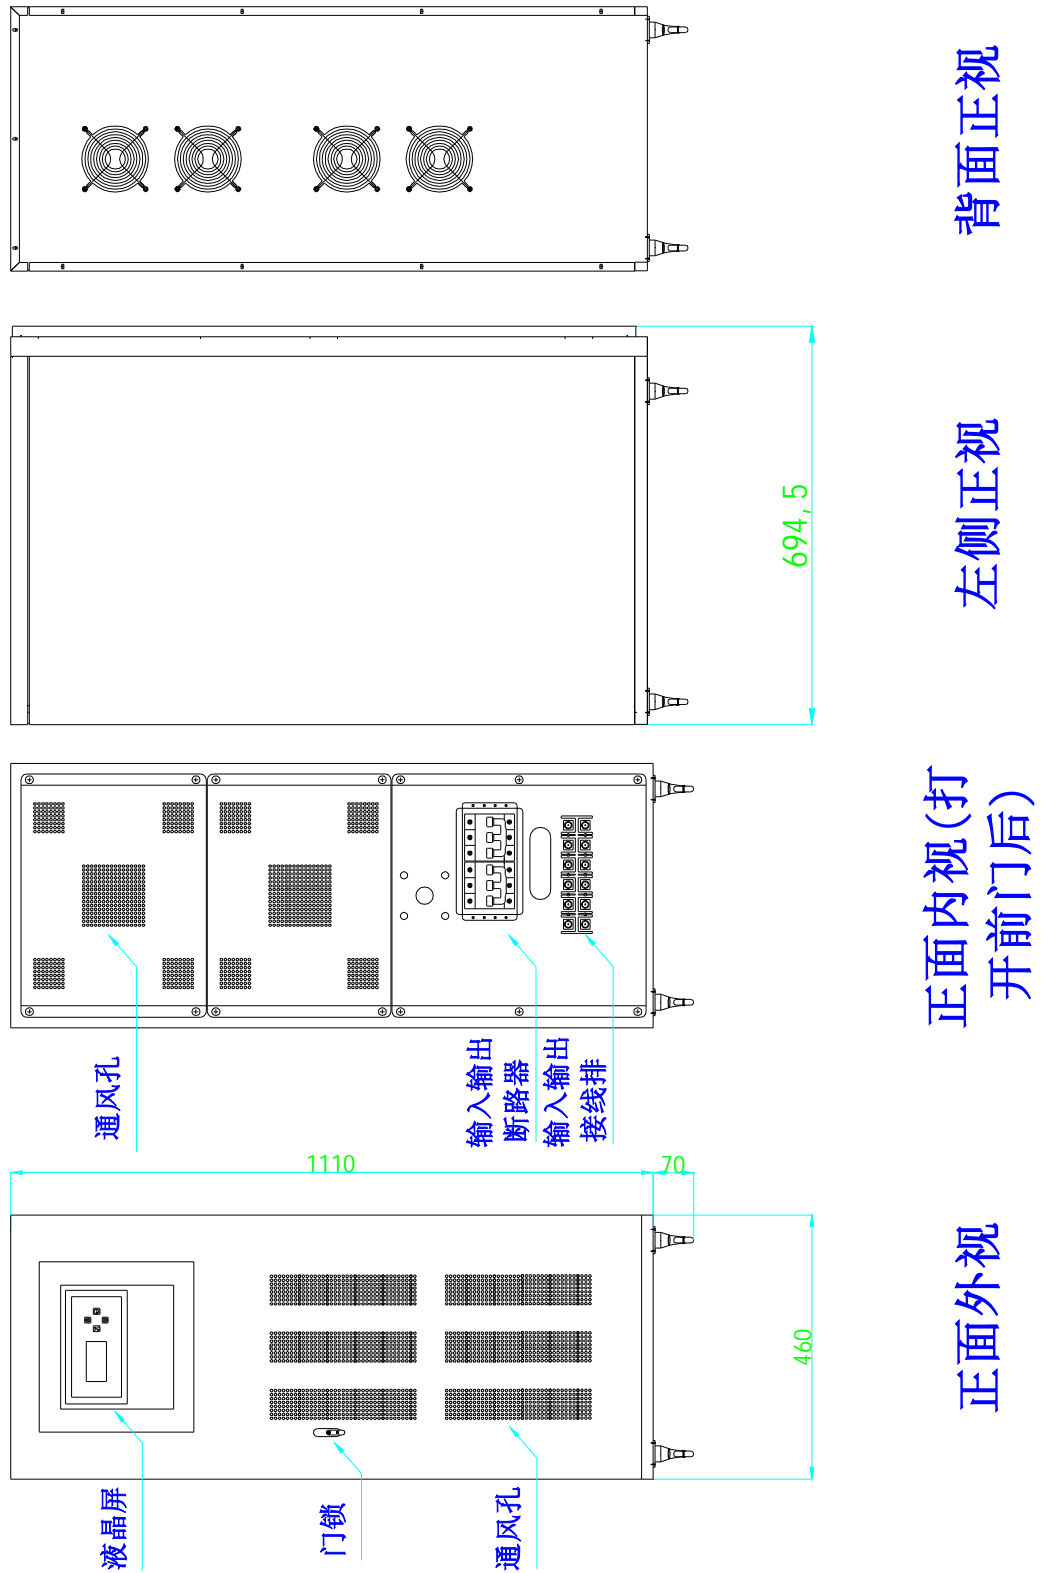

图 2
4.2.1 DVR-11010-11030(单相 10-30KVA), 防护等级 IP23。图 2